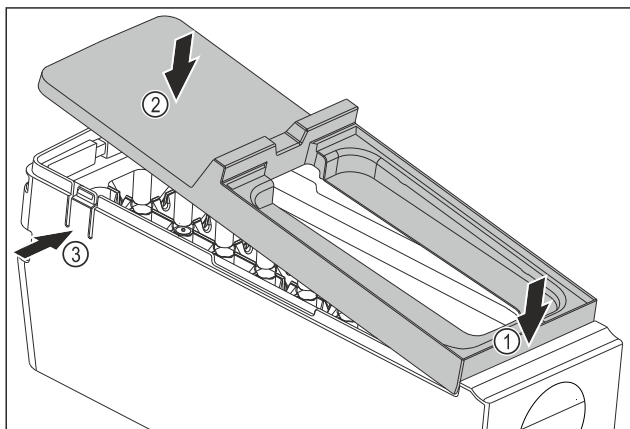

Fig. 94
- ▶ Montáž krytu korpusu EasyTwist-Ice: Nasadte kryt na přední stranu. Fig. 94 (1)
- ▶ Spusťte kryt vzadu dolů. Fig. 94 (2)
- ▷ Kryt slyšitelně zaklapne v obou lamelách Fig. 94 (3).